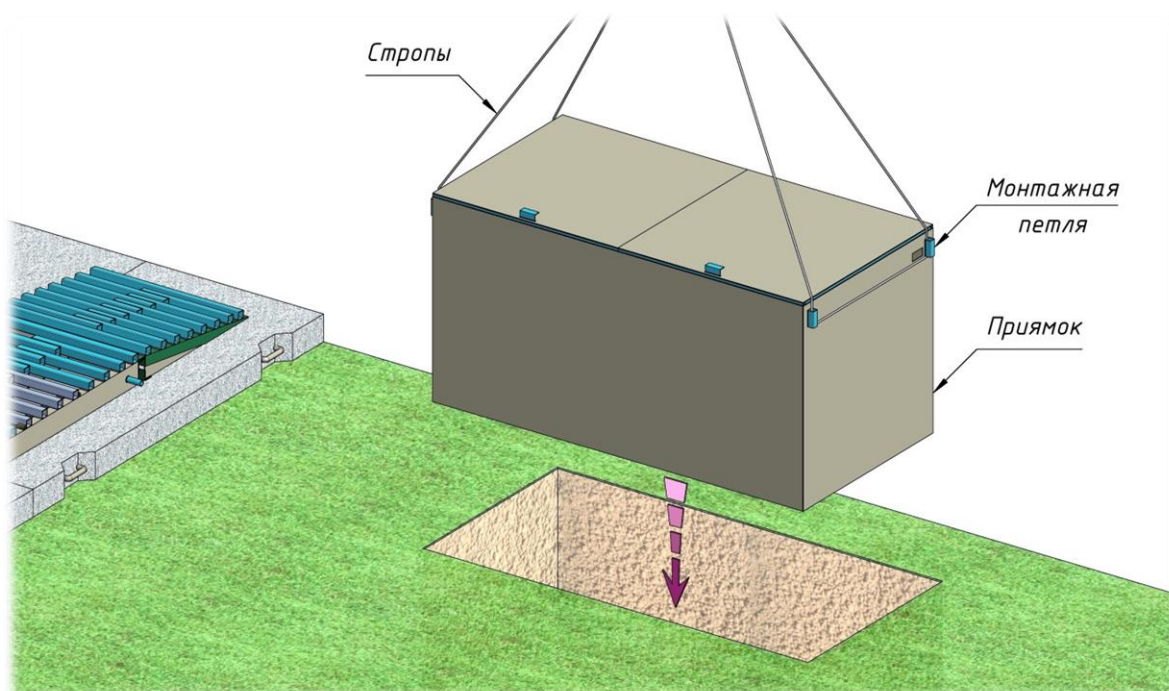

Рисунок 7
- при помощи крана, продев стропы через монтажные петли, приямок опускается в яму (смотри рис. 7);